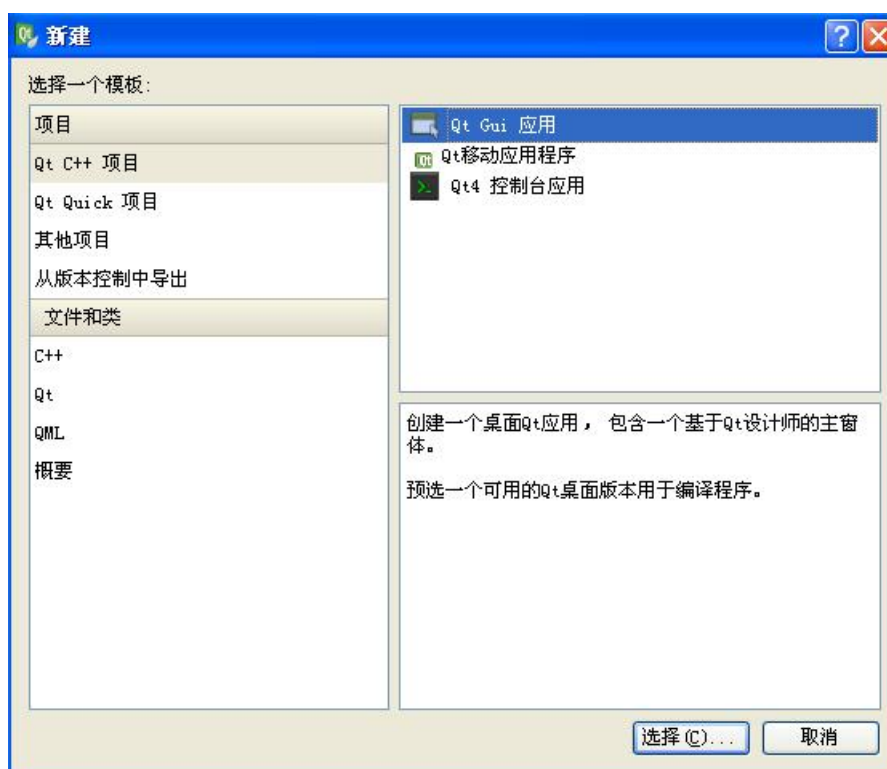

图 3-1 新建工程对话框
1. 打开 QT Creator 开发环境，单击“文件”->“新建文件或工程...”，出现新建对话框如图 3-1 所示，单击选择“Qt GUI 应用”模版，单击“选择”按钮。